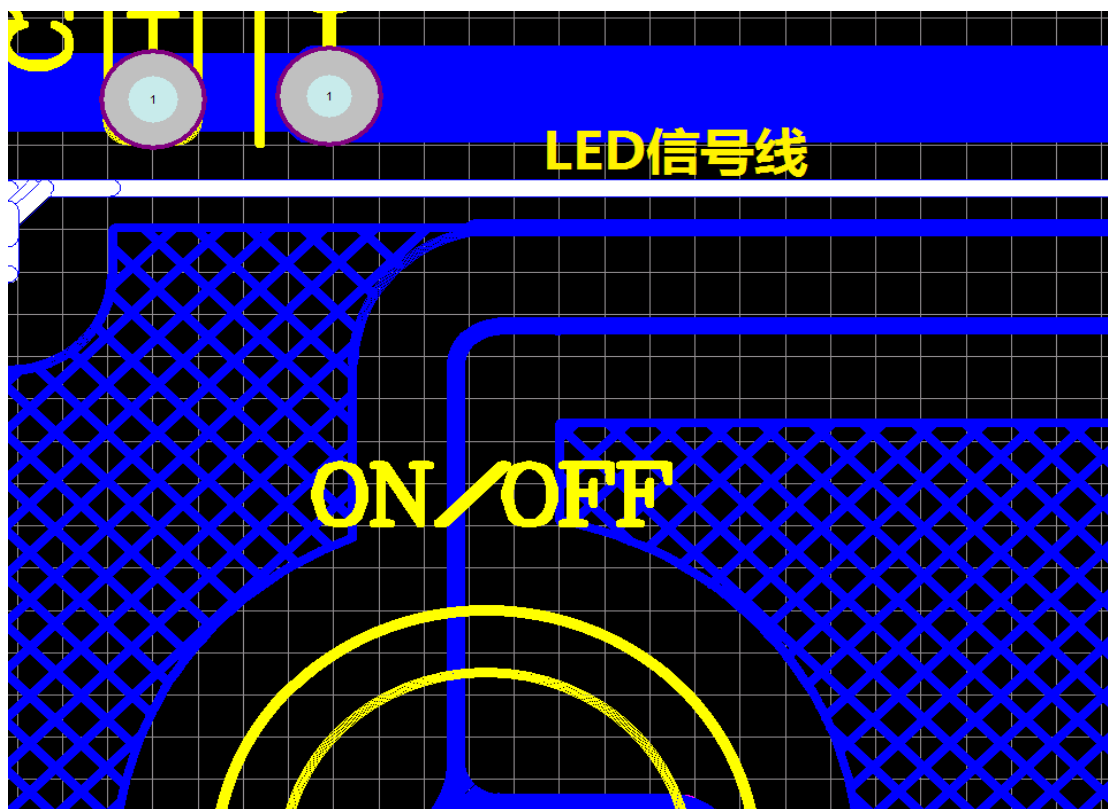

图 15
7) 避免与通讯（高频信号线）、LED 线路相平行；在没办法避免的情况下，让两者垂直走线，不能走平行线，或者在两者之间加地线隔离。如图 15 所示（选中的为 LED 信号线）：